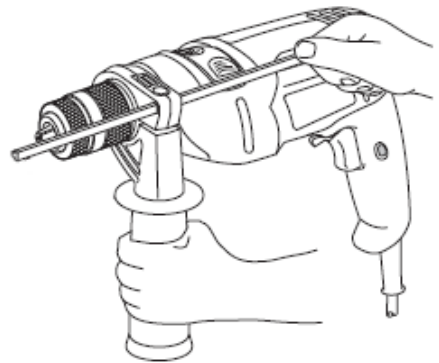

FIGURA 4
2. Ajuste la guía de profundidad (Ítem 8 de la figura 1) en el orificio de montaje como ilustrado en la figura 4, ajuste la profundidad de perforación deseada, apriete el mango girando el puño en sentido horario.